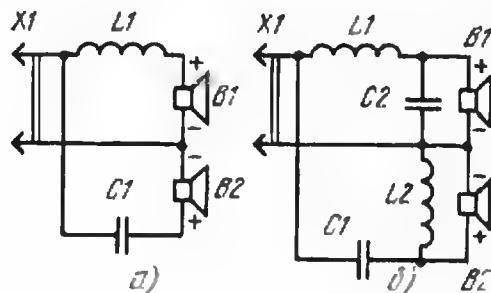

Рис. 1
**Д**ля уменьшения интермодуляционных искажений и расширения диапазона воспроизводимых частот современные высококачественные громкоговорители делают многополосными. Частотное разделение сигналов, подаваемых на динамические головки, осуществляется, как правило, в самом громкоговорителе с помощью пассивных LCR-фильтров верхних (ФВЧ) и нижних (ФНЧ) частот. Схемы двух наиболее распространенных разновидностей таких фильтров (соответственно первого и второго порядков) показаны на рис. 1, а и б.